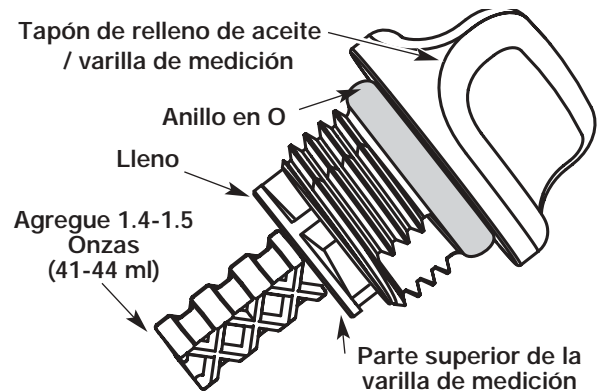

Figure 40
5. Retire el tapón de relleno de aceite / varilla de medición e inspeccione el nivel del aceite. El aceite debe llegar hasta la parte superior de la varilla de medición (Fig. 40).